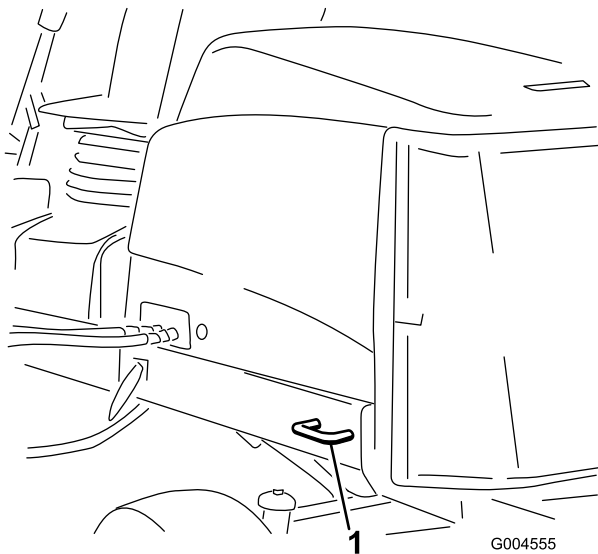

Bild 23
- **Heck der Maschine:** Jede Maschinenseite am Hinterrahmen (Bild 23)